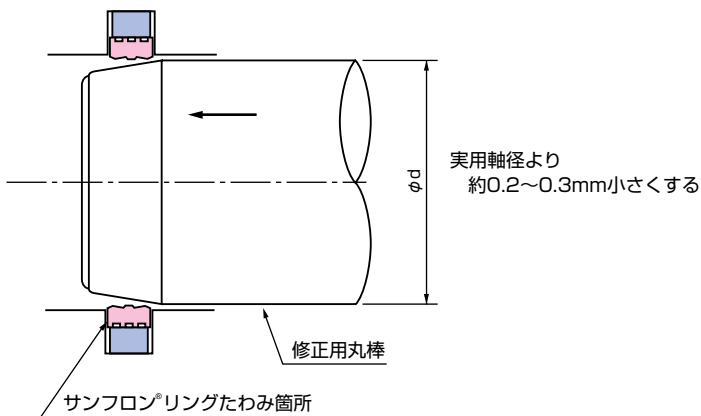

図5
- ④ ③の修正作業後でもサンフロン®リングのたわみが気になるような場合は、実用の軸径より約0.2～0.3mm小さい丸棒を準備して挿入し、丸棒を2～3回揺動（約60°以上）させてください。その後、丸棒を引き抜いて、サンフロン®リングのたわみがなくなったことを確認してください（図5）。
- ⑤ シールが正しく取り付けられているか再度チェックしてください。
- ⑥ シールやそのまわりに、潤滑用のグリース（鋳物系のリチウム石けん基）を十分塗ってください。